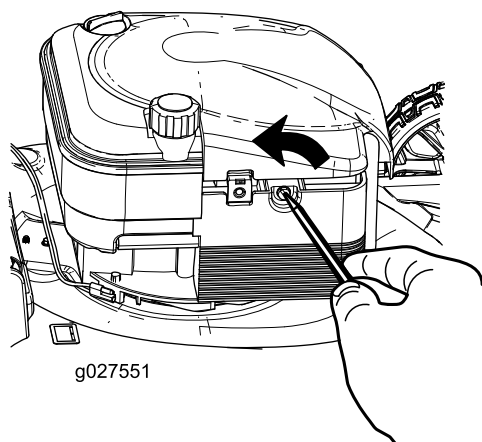

Figura 22
1. Aprite il coperchio del filtro dell'aria con un cacciavite (Figura 22).